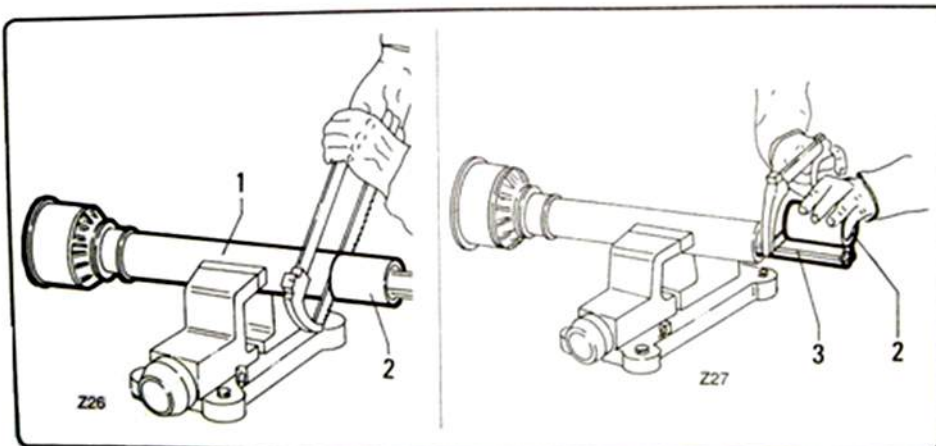

fig. 4.3.2
- Bij het zagen van deel "1" fig. 4.3.2 gebruikt u de lengte zoals hierboven aangegeven wordt.